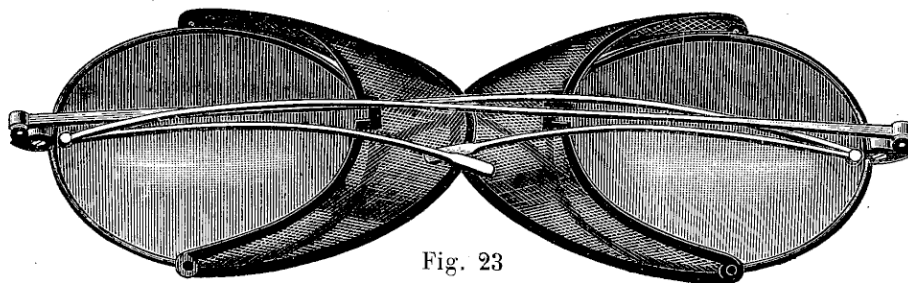

Fig. 23
**Lunettes à coques mobiles**, doubles (branches avec verres coquilles bleus ou fumés . . . (fig. 23).